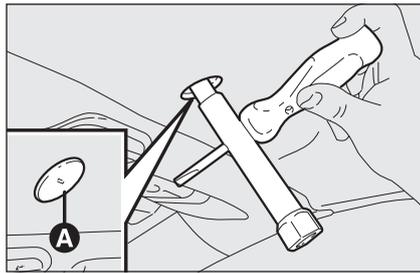

fig. 70
- togliere il tappo di plastica **A-fig. 70** posto al centro della finizione;
- utilizzare l'apposita chiave a tubo ubicata nel bagagliaio ed il cacciavite in dotazione (**fig. 70**) e ruotare il dado per chiudere le serrature anteriori della capote (un quarto di giro in senso antiorario);